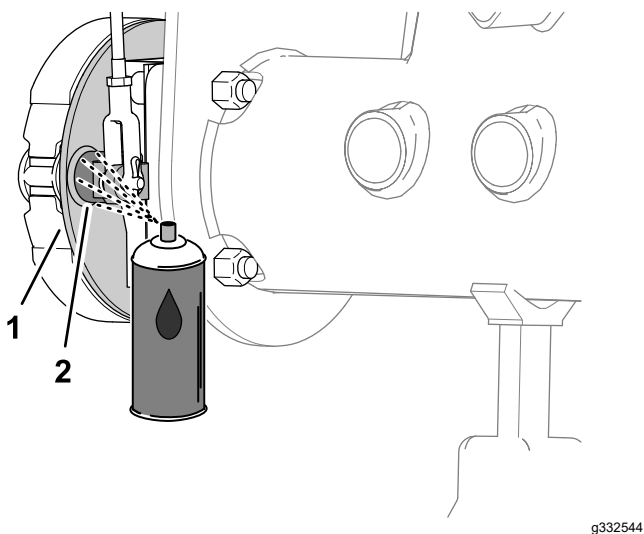

图 67
1. 在制动支撑板不带选配轮辋挡草罩的机器或车轮护罩带选配轮辋挡草罩的机器的内侧在制动凸轮轴和支撑板之间喷涂渗透润滑油图 67 或 图 68。